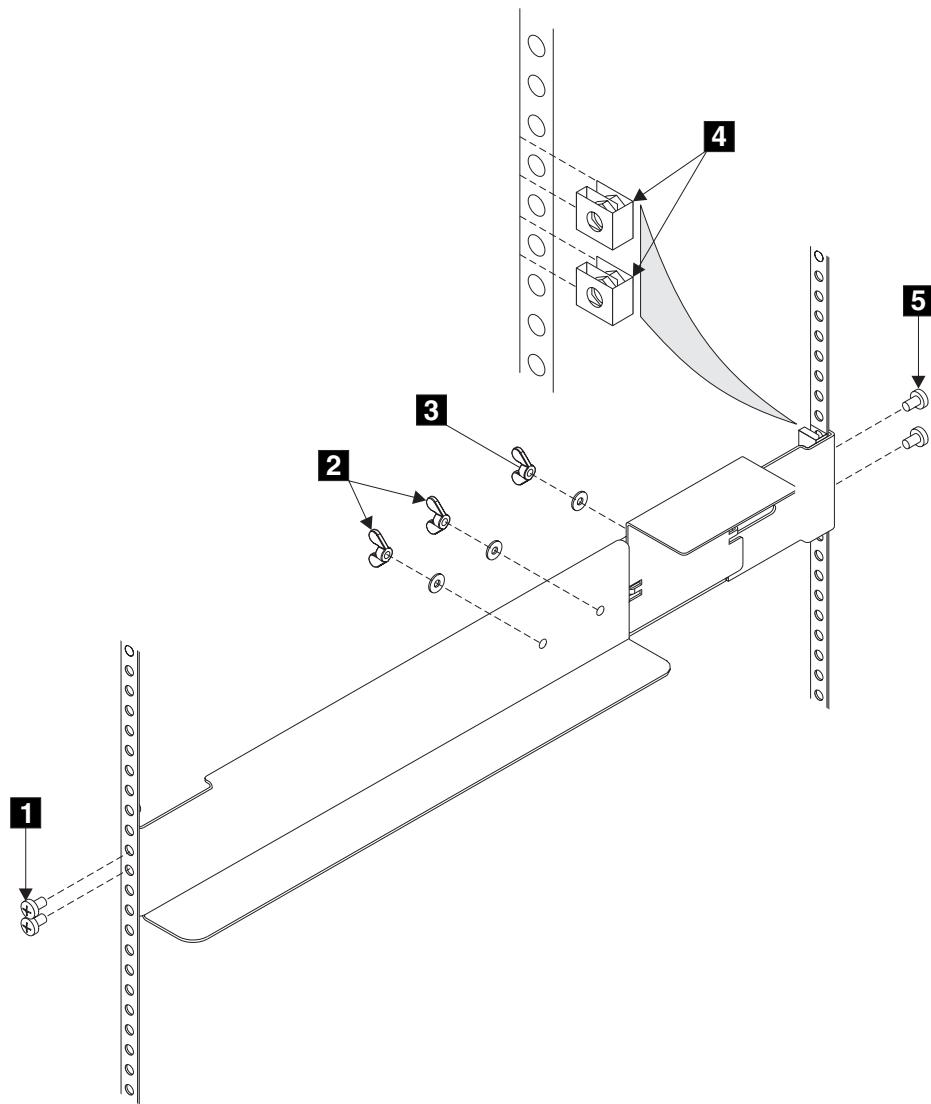

图 19. 将不间断电源的支持导轨安装到机架中
3. 在机架背面, 观察电子工业协会 (EIA) 位置并确定在何处安装不间断电源 (请参阅第 17 页的图 19)。不间断电源应总是安装在机架中最低的可用位置上。唯一可以比不间断电源的位置低的设备是另一个不间断电源。